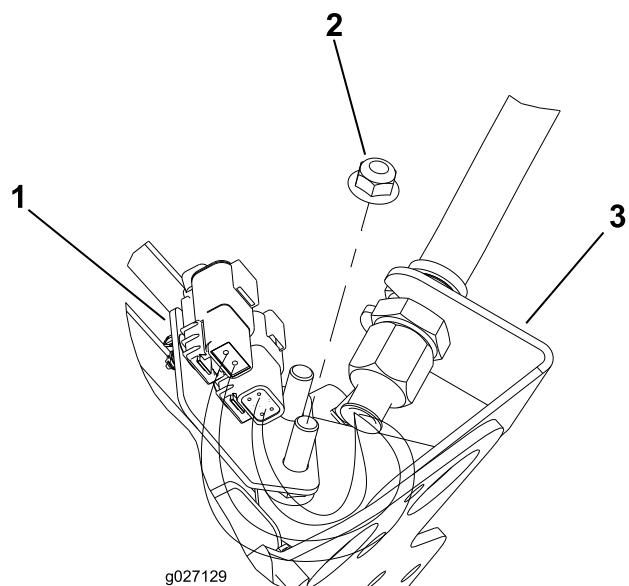
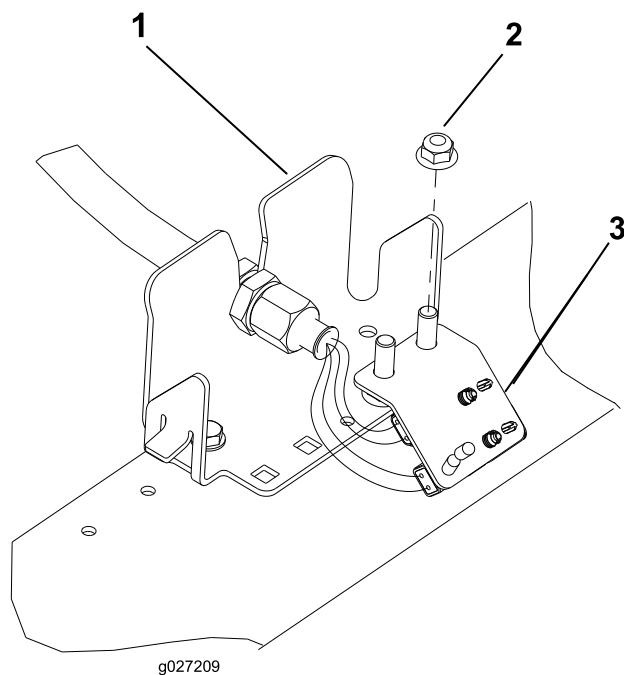

Figura 12
Figura 15
6. Ripetete la procedura nelle 4 posizioni di supporto rimanenti, come illustrato nelle immagini da Figura 12 a Figura 15.